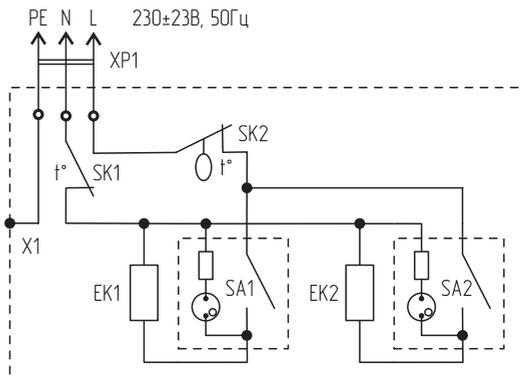

Рис. 3. Электрическая схема конвектора POWER 1500M SE, POWER 2000M SE
5.3. Схема электрических соединений и узлов конвектора POWER 1500M SE, POWER 2000M SE показана на рис. 3. Нагревательный элемент имеет два независимых нагревателя EK1 и EK2, которые могут включаться независимо друг от друга, обеспечивая 100% или 50% номинальной мощности конвектора. В цепь питания нагревателей включены роковые переключатели с подсветкой SA1 и SA2, термовыключатель защиты от перегрева SK1 и биметаллический термостат SK2.